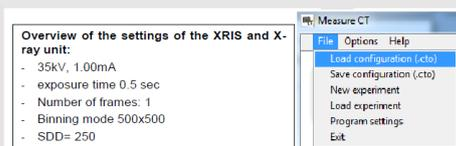
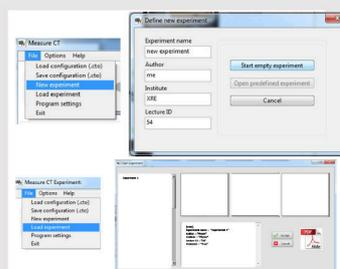

Рис. 4:
Рис. 5: Как создать новый или открыть существующий эксперимент
- Отрегулируйте настройки XRIS и рентгеновской установки в соответствии с рис. 4 или загрузите конфигурацию из заранее определенного файла СТО 'Эксперимент 3' (см. рис. 5).
- Начните новый эксперимент, дайте ему уникальное имя и введите свои данные (рис. 5). В качестве альтернативы можно также загрузить этот эксперимент с заранее записанными изображениями и открыть это руководство. Правильная конфигурация будет загружена автоматически, но функциональные возможности программы будут ограничены, чтобы избежать перезаписи существующих данных.